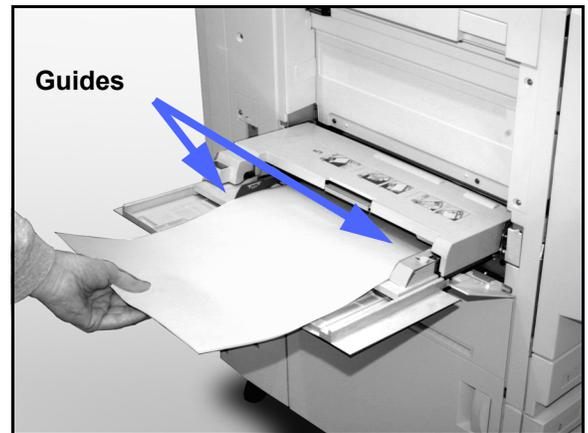

Figure 13 : Mise en place du support dans le magasin 5
- 2 Positionnez les supports entre les guides latéraux du magasin 5 (voir la figure 13). Poussez la pile vers l'avant jusqu'à ce qu'elle soit bloquée.